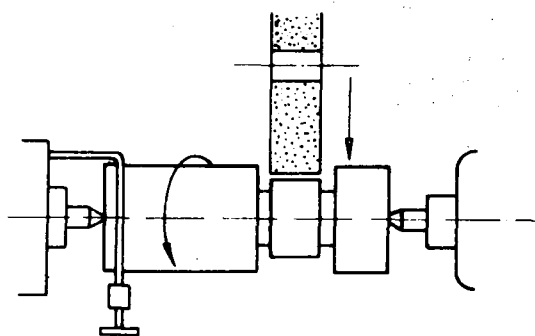

Fig. 4
- a Situe o rebolo dentro do rebaixo (fig. 4).